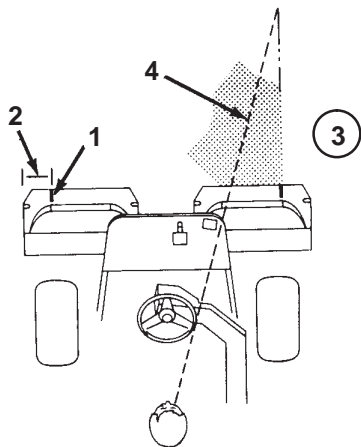

Bild 30
- Bringen Sie einen Streifen weißes Isolierbands an jedem Korb an, oder zeichnen Sie eine Linie. Das Isolierband bzw. die Linie sollten parallel mit der äußeren Kante jedes Korbs verlaufen (Bild 30).
- Wenn Sie zurückfahren, sollte der neue Mähgang den ersten ein klein wenig überlappen. Damit Sie in einer möglichst geraden Linie über die Grünfläche fahren können und einen gleichmäßigen Abstand zum zuvor gemähten Rasenstück einhalten können, sollten Sie sich eine imaginäre Sichtlinie ungefähr 1,8 bis 3 m vor der Maschine bis zum Rand des noch ungemähten Teils der Grünfläche vorstellen (Bild 30 und 31). Manche Leute finden es auch hilfreich, die äußere Kante des Lenkrads in die Sichtlinie mit einzubeziehen, d.h. sie halten das Lenkrad in einer Linie mit einem Punkt, der immer im gleichen Abstand von der Vorderseite der Maschine bleibt (Bild 30 und 31).